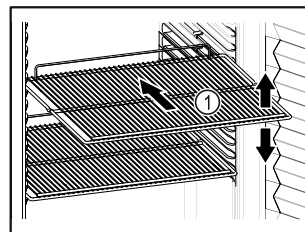

Fig. 82 Immagine a titolo di esempio
- Se è possibile spostare i ripiani Fig. 82 (1), regolarli in altezza.